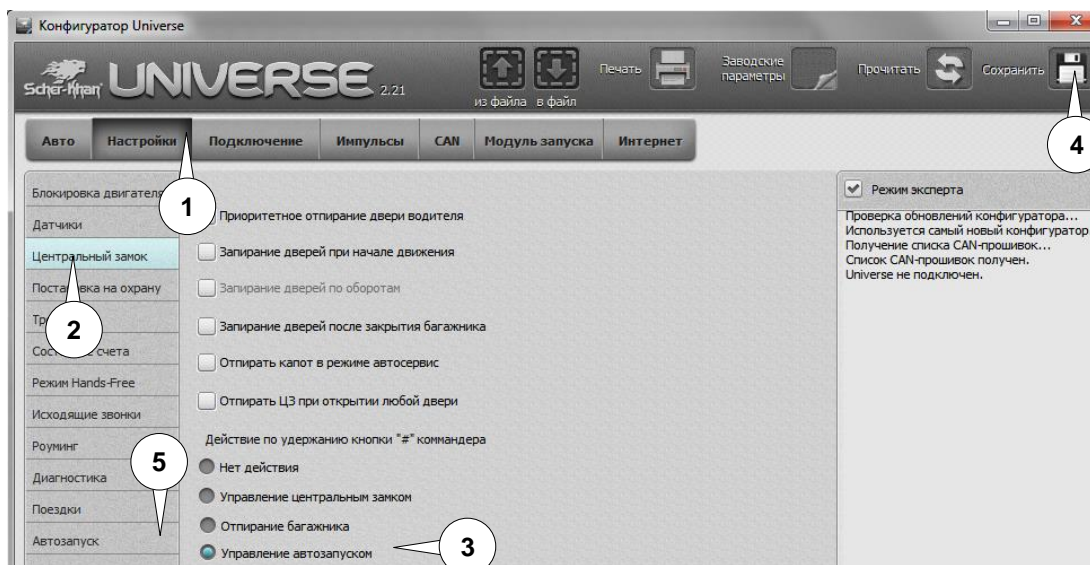

Рис. 6:
- переходим на вкладку **«Настройки»** (1) (см. рис. 6);
- прервать процедуру запуска можно повторным удержанием кнопки «#» на командере (если данный способ автоматического запуска не работает, см. настройки в пункте 3.1 и на рис. 6).